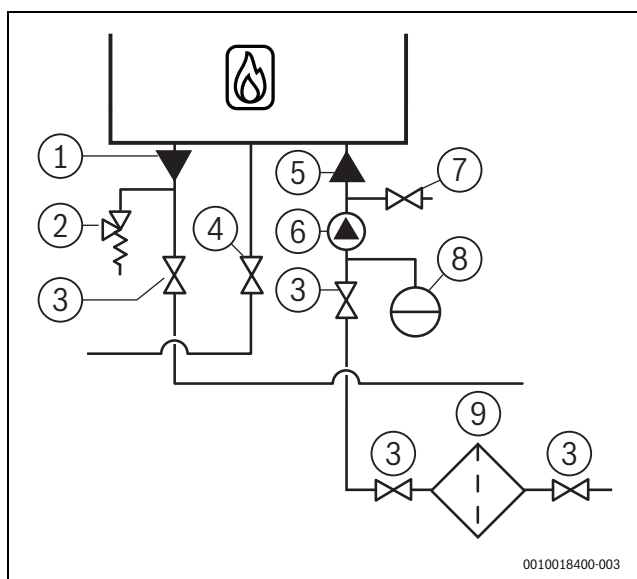

Fig. 18 Raccordement des conduites d'eau de chauffage
- ▶ Monter le raccordement du vase d'expansion tout comme le robinet de service directement sous la chaudière et au-dessus des robinets de service. (→ fig. 18, page 18).
- ▶ Monter un robinet de service dans la conduite de départ et dans la conduite de retour (→ fig. 18, page 18).